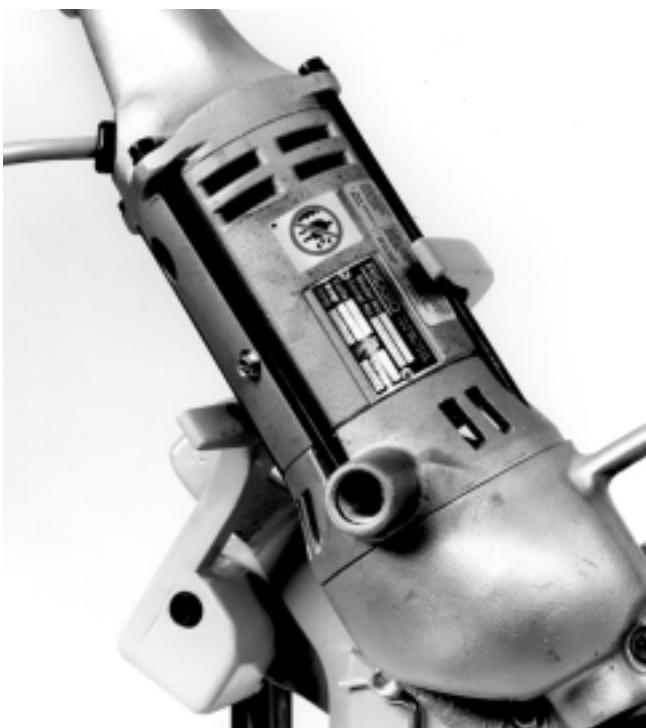

Figure 5 – Positionnement du système d'entraînement sur la barre d'appui
- b. Monter le système d'entraînement avec adaptateur sur la tronçonneuse. Le système d'entraînement et son adaptateur s'engagent sur le carré de la tronçonneuse. S'assurer que le système d'entraînement repose sur la barre d'appui qui se trouve à l'arrière de la tronçonneuse (*Figure 5*).